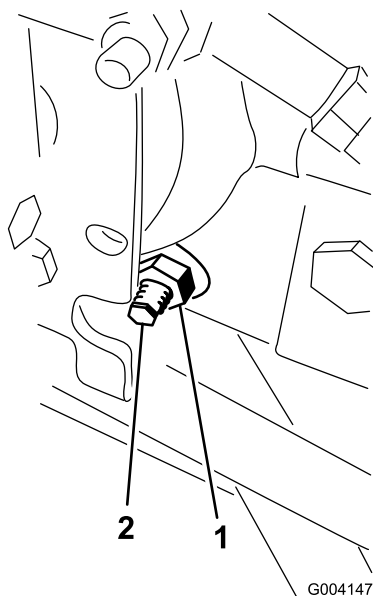

図 76
3. ハイドロスタットの右側にあるトラクション調整カムのロックナットをゆるめる **図 76**。